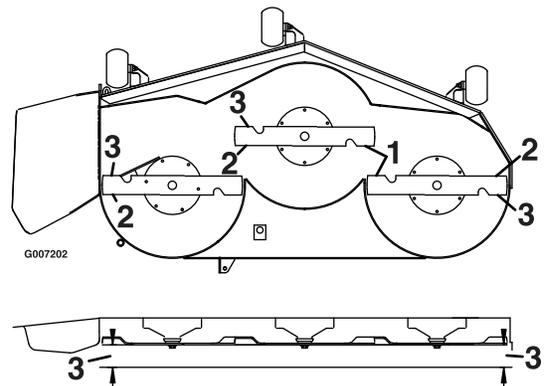

Figure 67
4. Mesurez la distance entre les tranchants extérieurs et le sol plat (Figure 67).